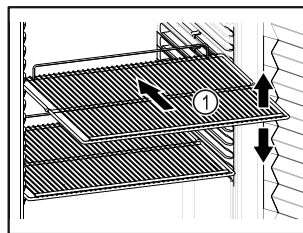

Fig. 10 Beispielhafte Darstellung
- ❑ Wenn Abstellroste Fig. 10 (1) versetzbar sind, je nach Höhe anpassen.